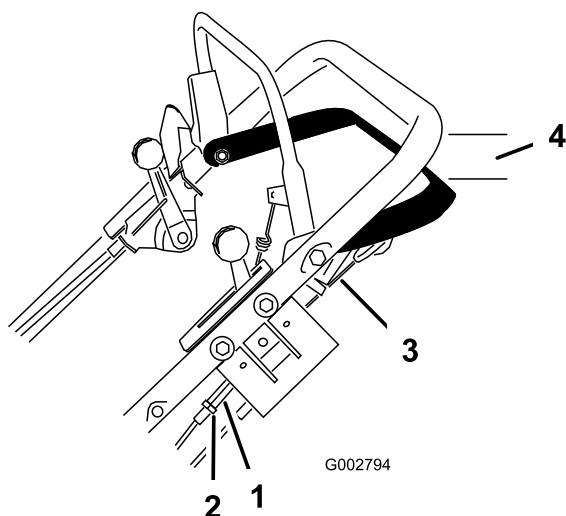

Bild 28
1. Lösen Sie die Mutter, mit der die Spannschraube befestigt ist (Bild 28).
2. Drehen Sie die Spannschraube, bis der freigelegte Zug kein Spiel mehr hat (Bild 28).